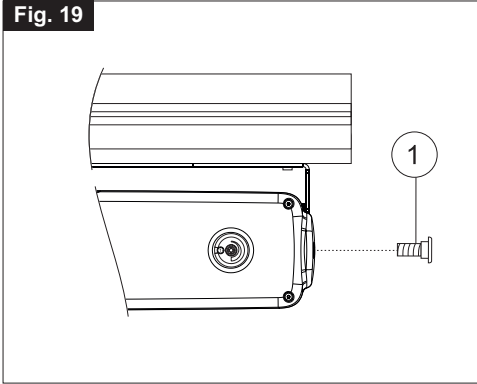

Fig. 20
- 9) **Abb. 20-** Mit einem Sechskantenschlüssel den Öffnungshub durch den zweckmäßigen Wählschalter (**Bez. 1**) nach der in **Abb. 6a** angegebenen Tafel einstellen;